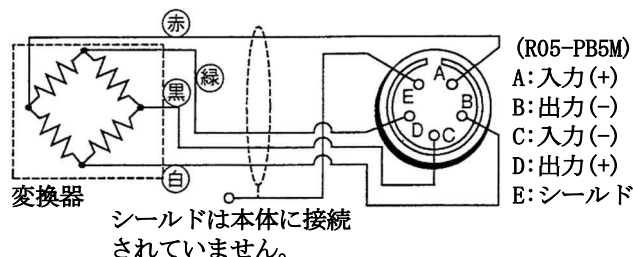

図3
5.2 弊社以外の測定器を使用される場合は、図3を参照して接続してください。